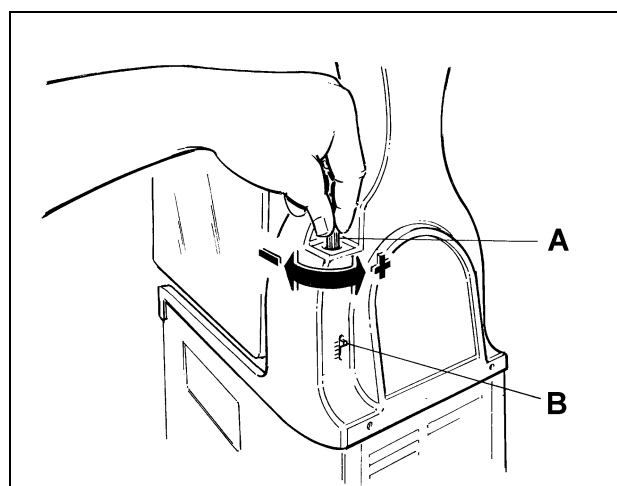

Fig. 21
- b) **Regolazione della consistenza:** per variare la consistenza del prodotto, agire sul pomello di regolazione A collocato nel retro della macchina (fig. 21); come evidenziato dalla scala B, girando in senso orario, il prodotto diventerà meno denso, girando in senso antiorario, il prodotto diventerà più denso.